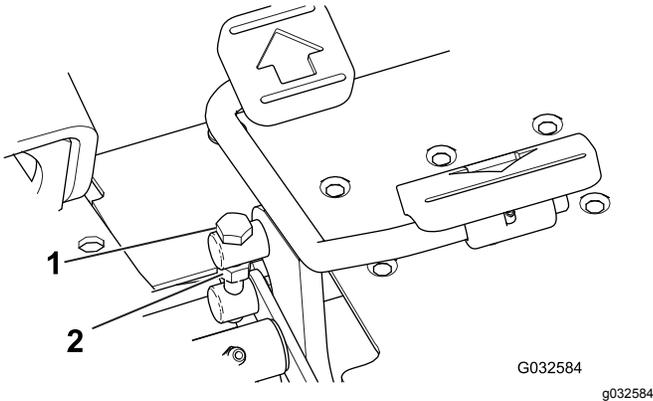

Figura 44
1. Solte a porca de bloqueio no parafuso do eixo no lado do pedal de tração (Figura 44).